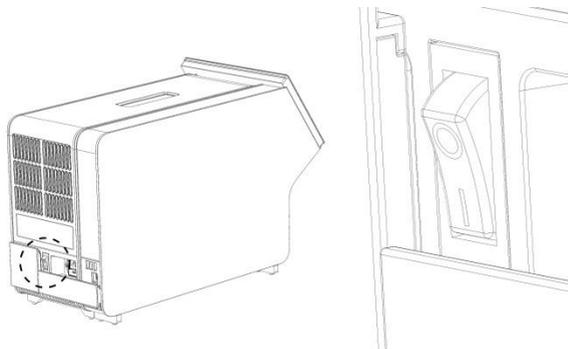

Figura 8. Localizando o interruptor de alimentação e colocando-o na posição "I".
9. Ligue o instrumento pressionando o botão de alimentação na parte de trás do Módulo analítico na posição "I" (Figura 8). Confirme se os indicadores de status dos Módulos analítico e operacional são exibidos em azul.